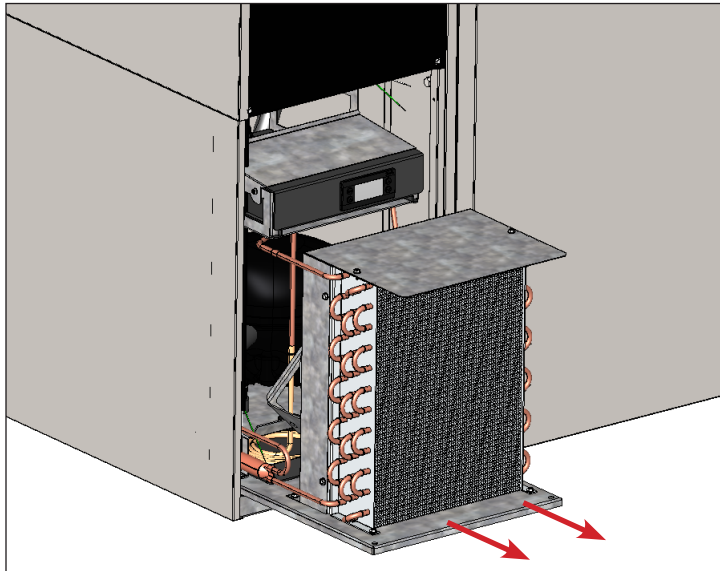

Рис. 5. Осторожно выдвиньте конденсаторный блок.
7. Осторожно выдвиньте конденсаторный блок (трубные соединения являются гибкими). См. рис. 5. Осторожно продувайте змеевик сжатым воздухом или CO₂, пока он не очистится.